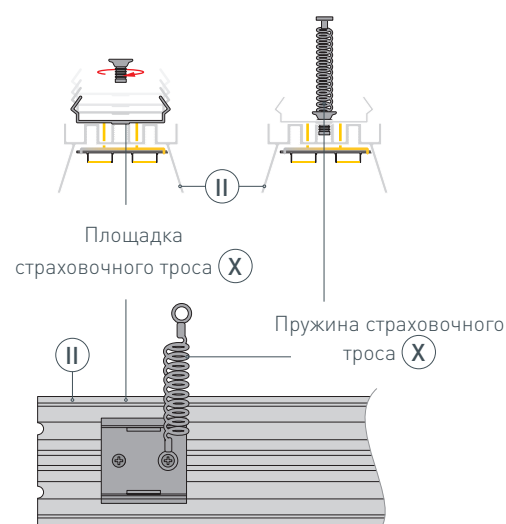

Рис. 3. Установка страховочного троса-пружины (X) на основание для ленты (II). Вид сверху
- 3** / Выведите сетевой кабель на поверхность. Просверлите в потолке отверстия в местах установки подвесов (IX). Вставьте в отверстия дюбели. Закрепите подвесы (IX) на поверхности с помощью саморезов.
- 4** / Произведите монтаж ленты согласно инструкции к светодиодной ленте (IV). Перед установкой ленты (IV) обезжирьте поверхность основания для ленты (II), снимите защитный слой и приклейте ее. Через отверстие в основании для ленты (II) выведите кабель питания светодиодной ленты.
- 5** / На основание для ленты (II) установите площадку и пружину из комплекта страховочного троса (X). Зафиксируйте их при помощи комплектных шурупов, как показано на рис. 3. **Рекомендуется использовать комплект страховочного троса-пружины (X) на один метр.**